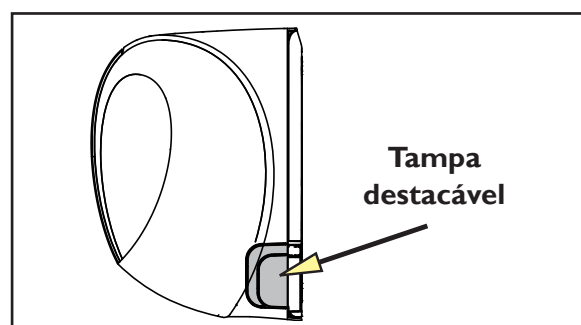

FIG. 19
- Retire a tampa destacável da unidade (fig. 19) e passe a tubulação através da parede (repita o procedimento acima para cortar e instalar o tubo de 75 mm).